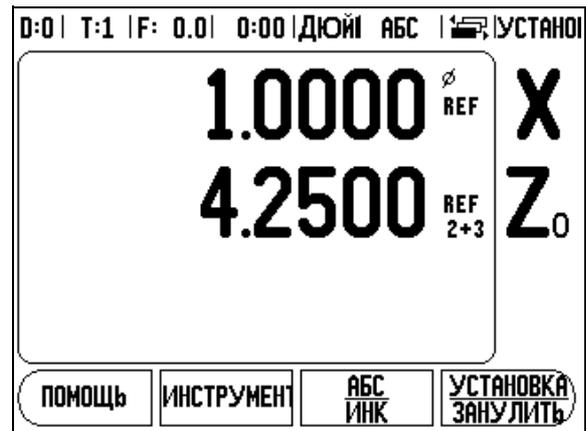

рис. II.4 Сопряжение осей Z
- ▶ Нажать цифровую клавишу, сопряженную с входом датчика на задней стороне Wizard 550. С помощью Softkeys **+** или **-** сопрягаться первый вход со вторым. Номера входов датчиков появляются слева от обозначения оси и показывают, что эта позиция является суммой сопряженных путей перемещения (нпр. '2 + 3'). Смотри рис. II.4.
Нажать и держать нажатой клавишу Z₀ ок. 2 секунд, если хотите сопрягать ось Z₀ с осью Z и индицировать сумму путей перемещения в индикации оси Z₀. Сумма путей перемещения обеих осей Z указывается тогда в индикации оси Z₀ а индикация оси Z гаснет. Смотри рис. II.4.